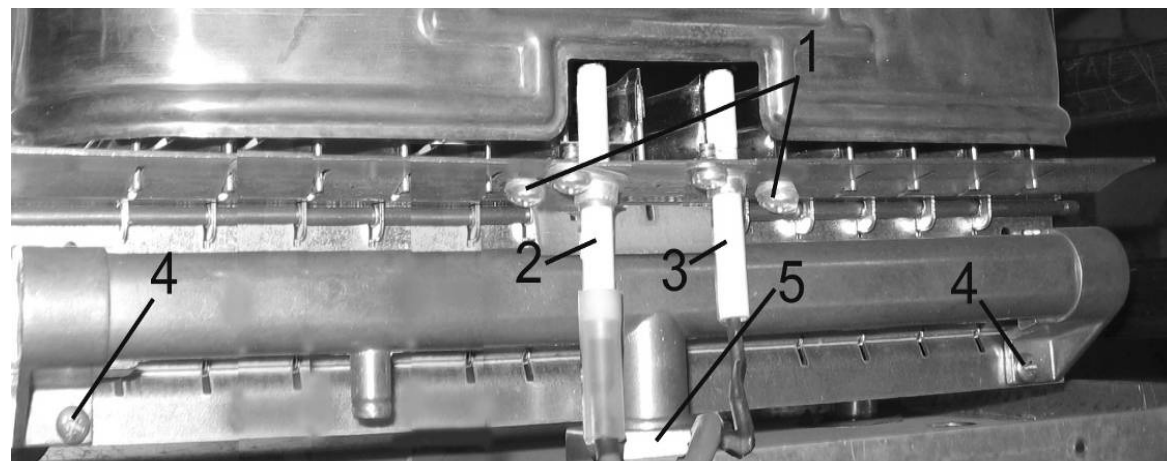

Рис. 17. Демонтаж коллектора
- ✓ отвернуть два самореза 1 (см. Рис. 17) крепления пластины со свечами и снять пластину;
- ✓ отвернуть два винта 4 (см. Рис. 17) крепления коллектора к передней опоре горелки;